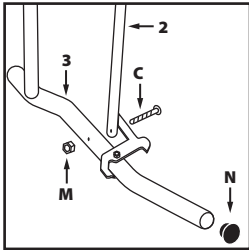

Abb. 4
- Nehmen Sie die Bauteile markiert als **2** und **3**. Befestigen Sie **2** an **3**, benutzen Sie die Befestigungsteile **C** und **M (Abb. 4)**.